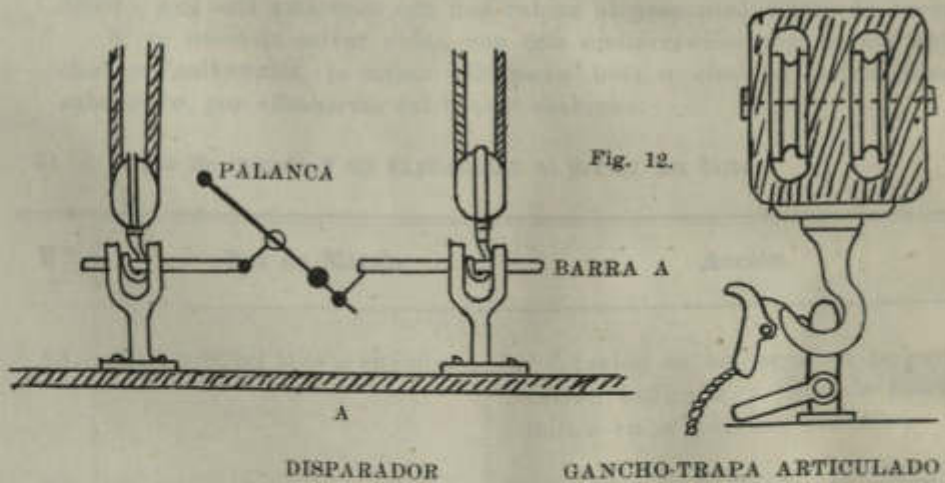

Fig. 12.
19. **Sistema de gancho articulado.**—El gancho del aparejo lleva en su pico articulado otro gancho con un contrapeso y una rabiza que sirve para manejarlo, para lograr que cuando el bote llega al agua, se desenganchen ambos aparejos simultáneamente, se guarnen las tiras tal como se indica en la (Fig. 12)., así, cuando un aparejo queda en banda, el otro también queda sin tensión.